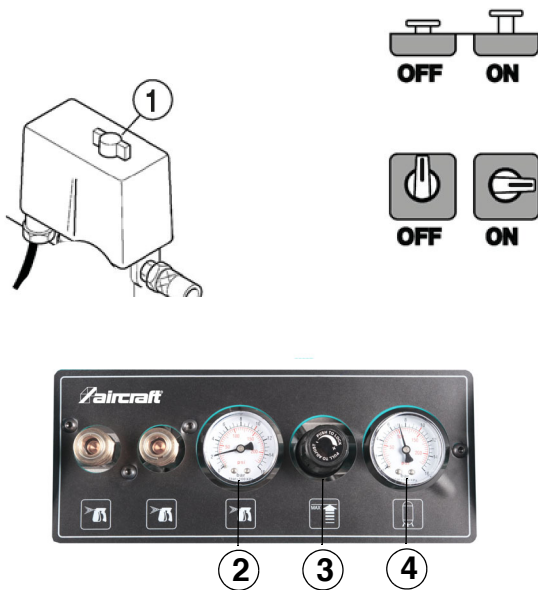

Abb. 5: Kontrollinstrumente
- (1) EIN-/AUS-Schalter (auf dem Druckschalter)
- (2) Manometer Arbeitsdruck
- (3) Druckregler
- (4) Manometer Kesseldruck
Der Arbeitsdruck wird mit dem Druckregler (3) eingestellt und am Manometer für den Arbeitsdruck (2) abgelesen (Abb. 5).